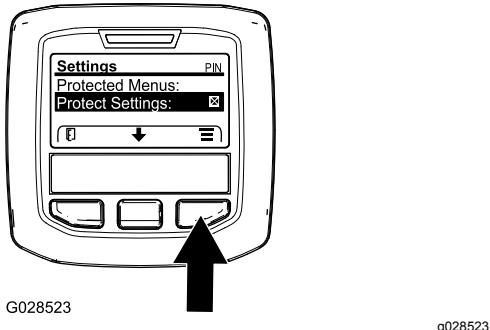

Figure 44
1. Accédez au menu protégé et déverrouillez le sous-menu des réglages protégés (Figure 44) ; voir Accès aux menus protégés \(page 34\).